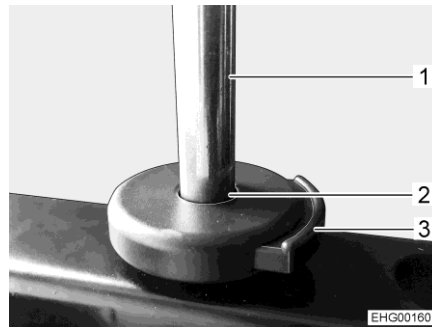

Bild 19 Entriegelungstaste
- Entriegelungstaste (Bild 19,3) drücken.
- Haltestange (Bild 19,1) in Führung (Bild 19,2) stecken.